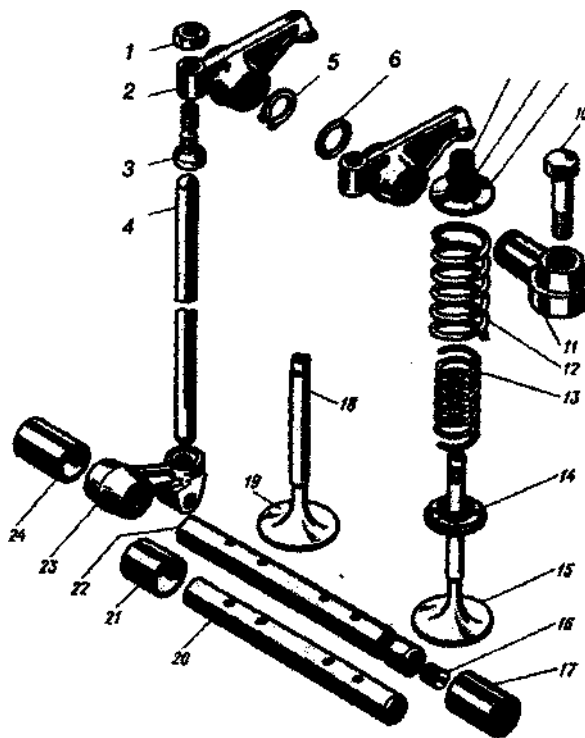

Рис. 6. Деталі приводу клапанів двигунів ЯМЗ:
5.10. Розгляньте будову розподільних шестерень, їх розміщення, позначки на шестернях (рис. 6).
8. Користуючись плакатами і деталями, вивчіть конструкцію кривошипно-шатунного і газорозподільного механізмів дизелів ЯМЗ-238Д автомобілів МАЗ, КрАЗ. Особливістю механізму газорозподілу двигунів ЯМЗ-236 і ЯМЗ-238 є наявність роликів штовхачів. Деталі приводу клапанів цих двигунів зображені на рис. 6.